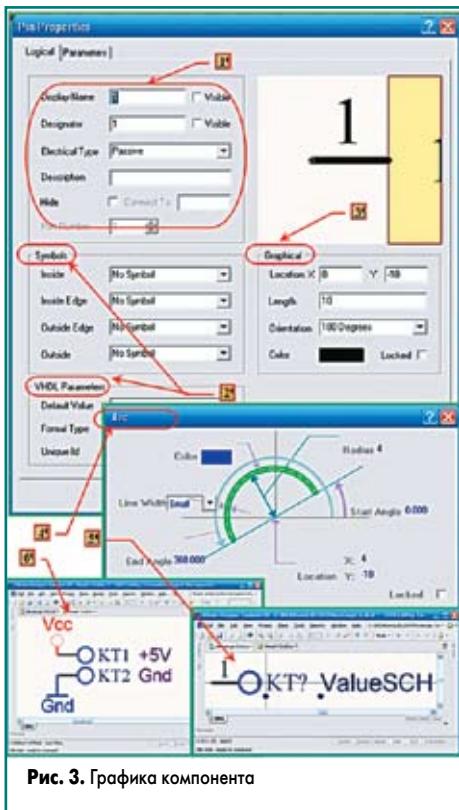

Рис. 3. Графика компонента
Перейдем непосредственно к графике компонента (рис. 3).
- Значение радиуса (4). Такое значение позволит расположить в сетке 10 два рядом стоящих подобных компонента, и они не будут касаться друг друга.
6. Для примера на рис. 3 показан внешний вид данного компонента уже на схеме. Заметим, что здесь:
А. Во-первых, в параметрах для данного вывода (окно **Pin Property**, вкладка **Logical**) снимем флаг **Visible** (сноска 1, рис. 3) и таким образом скроем отображение имени и номера вывода.